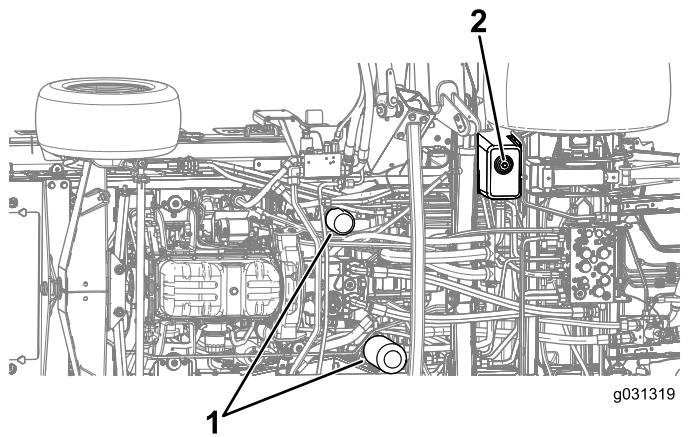

Figura 122
- Rimuovete il tappo di spurgo dalla base del serbatoio e lasciate fuoriuscire il fluido idraulico nella bacinella (Figura 122).
- Collocate una bacinella di spurgo sotto il filtro e togliete il filtro (Figura 122).